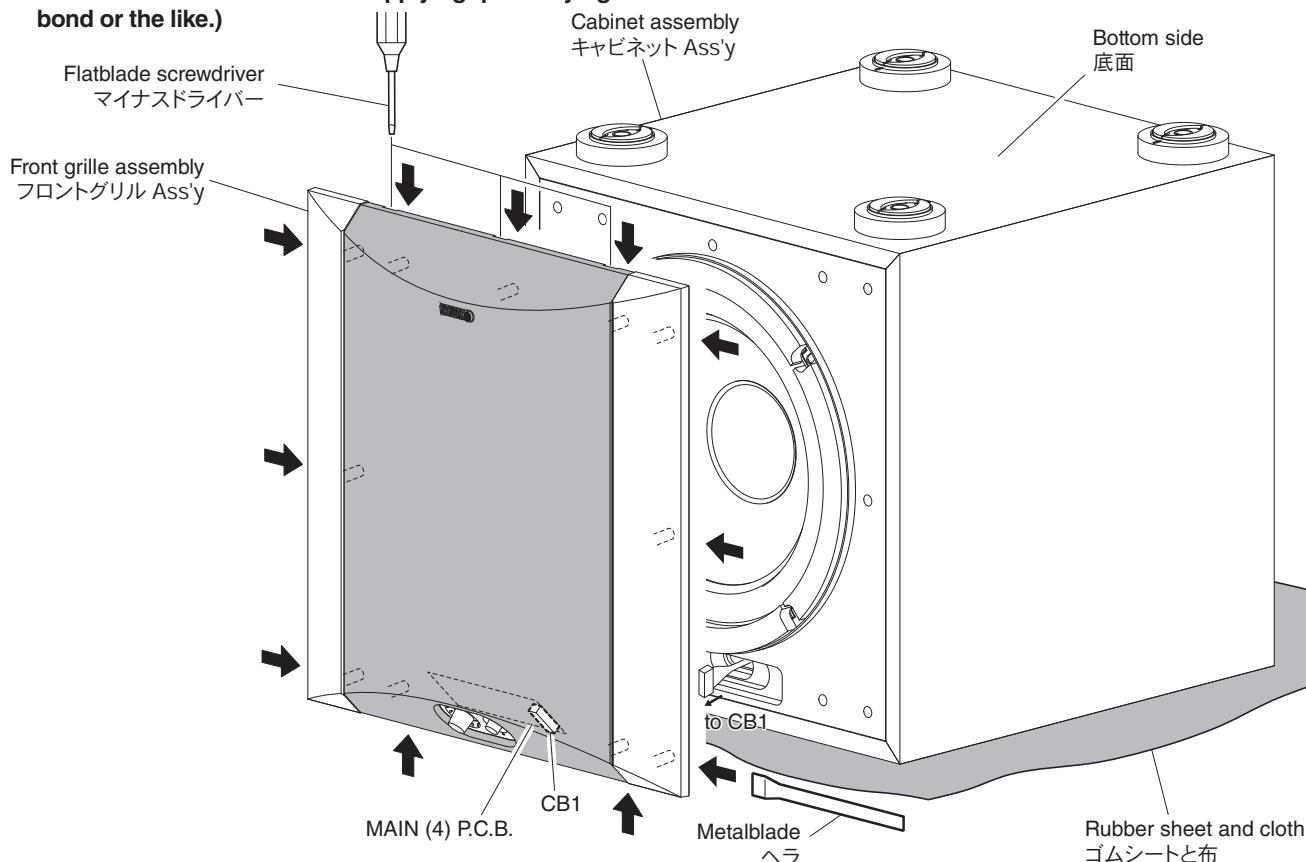

Fig. 1
- Spread a rubber sheet and cloth for protection of this unit against any damage and place this unit on cloth with its bottom side facing up. (Fig. 1)
- First, insert a flatblade screwdriver at 3 dowel positions and push up the front grille assembly. (Fig. 1)
- Next, using the metalblade or the like, push the front grille assembly upward until it comes off. (Fig. 1)
- Remove CB1. (Fig. 1)
- Remove the front grille assembly. (Fig. 1)
- 本機に傷などが付かないようにゴムシートと布を敷き、本機を底面が上になるように置きます。(Fig. 1)
- 最初にマイナスドライバーを 3 箇所のダボ位置へ差し込み、フロントグリル Ass'y を押し上げます。(Fig. 1)
- 次にヘラ等を使い、フロントグリル Ass'y が外れるまで徐々に上面へ押し上げていきます。(Fig. 1)
- CB1 を外します。(Fig. 1)
- フロントグリル Ass'y を外します。(Fig. 1)